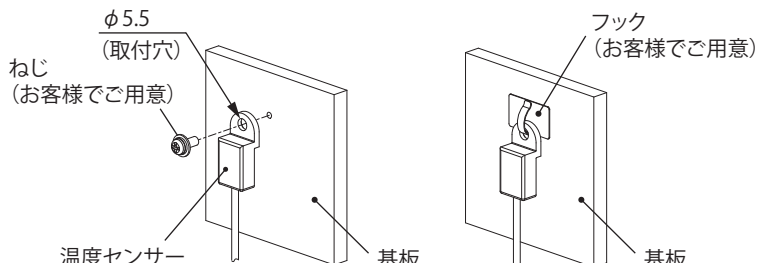

図13
- 温度センサーを高温に對し保護の必要な機器、装置類近傍に取り付けてください。尚、温度センサーの先端にはφ5.5の穴が開いていますので、ねじやフック(お客様でご用意)を用いて基板などに取り付け、固定してください。(図 13)